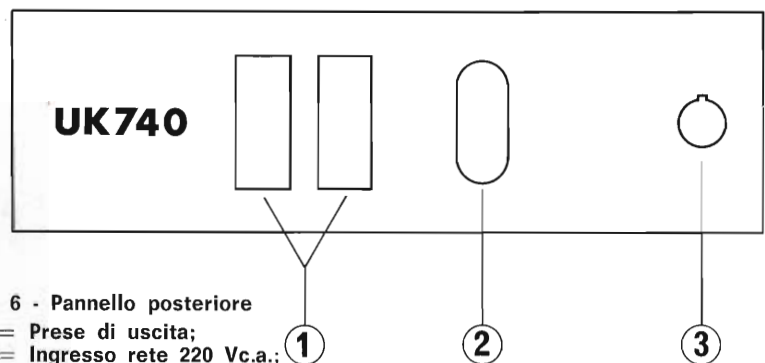

Fig. 6 - Pannello posteriore
1) Montare il pannello posteriore — fig. 6 — con il relativo portafusibile, la spina bipolare a vaschetta e le due prese da pannello.